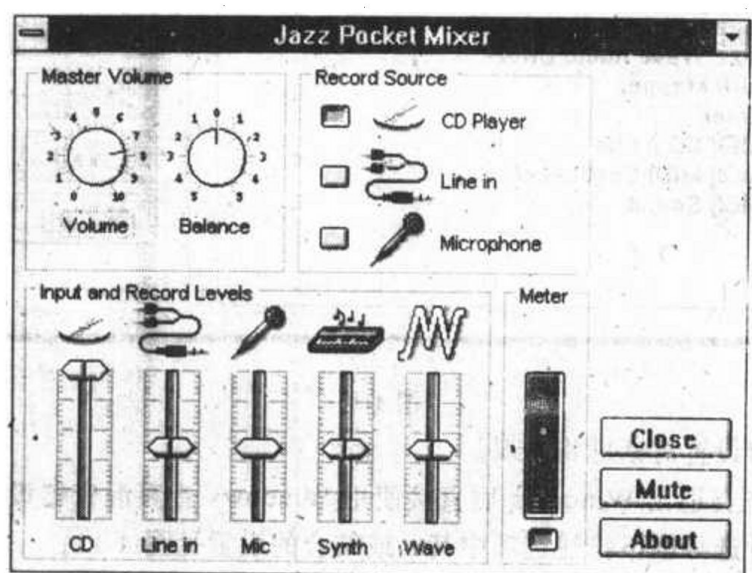

图 4-9
口袋混音器界面见图 4-9。
①设置口袋混音器成图 4-9 相似的屏幕。